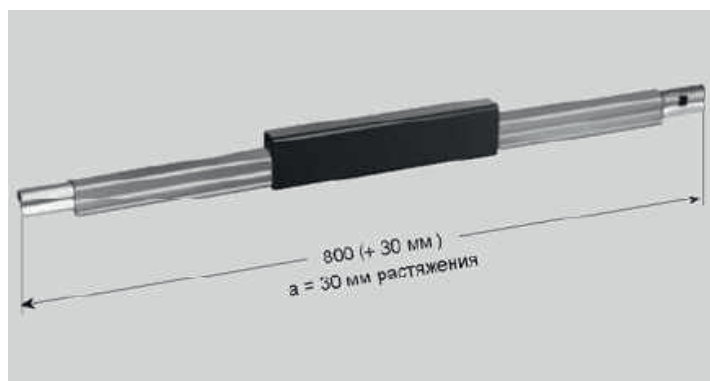

Рис. 11: Удлиняющая часть
- Компенсатор расширения U12PZJ с максимальным расширением 30 мм (см. рис. 11) устанавливается в системе на рельсовой балке и/или строительной конструкции.
- С обеих сторон компенсатора на соединителях устанавливаются фиксирующие зажимы (см. рис. 11, схему 3).